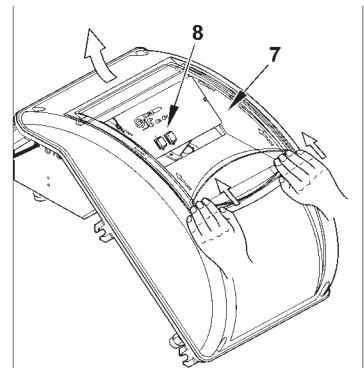

Рисунок 4
- 4) Для закрытия крышки электрического щита, закрутите 4 винта (1), используя момент затягивания, равный приблизительно 5 Нм, для обеспечения правильного уплотнения. Теперь можно получить доступ к панели управления (8), отцепливая прозрачное окошко (7) лёгким надавливанием руки в направлении стрелок, как указано на рис. 4. Подождите, пока окошко немного продвинется, после чего отделите его от крышки.
- 5) Для правильного расположения прозрачного окошка на щите поступайте в соответствии с рисунком 5: поместите крюки в соответствующие гнёзда (9), продвиньте окошко в направлении, указанном стрелкой, пока не услышите лёгкий щелчок. Теперь обеспечено должное уплотнение.